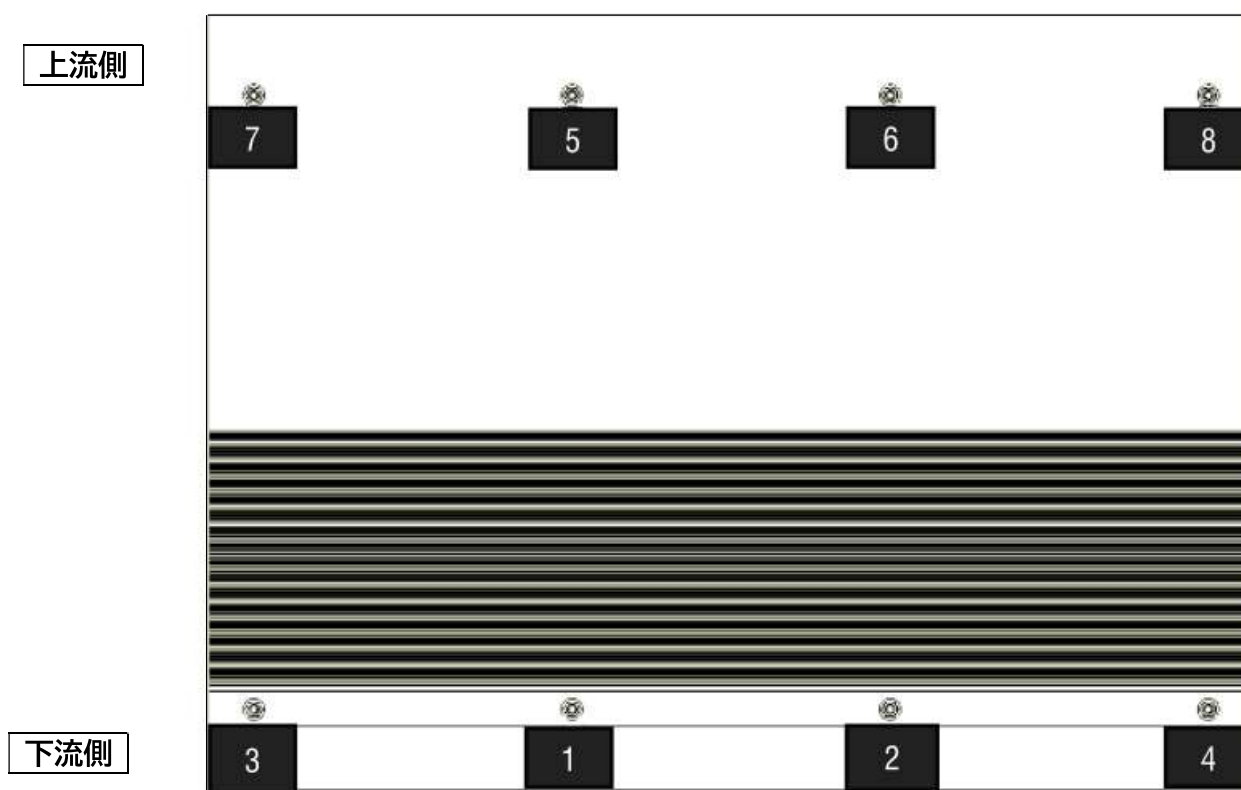

図6: トルクナット締め付け順序
- アステック社は、アセンブリ全体に均一に締め付けるため、ナットを中心から外側に向かって締め付けることを推奨しています。図 6 は、締め付け順序の例を示しています。